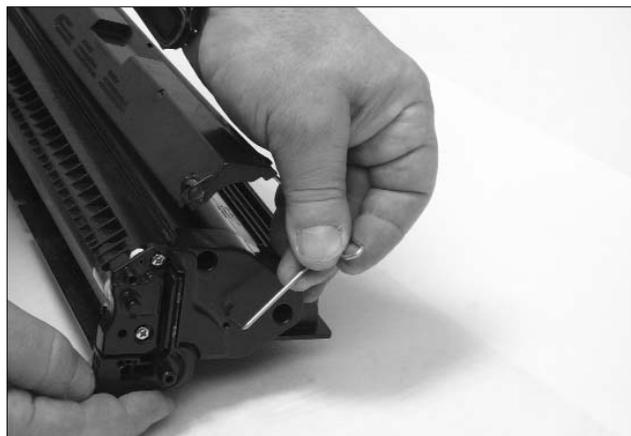

Рис. 14
6. Извлекают ось шторки из отверстия корпуса справа (рис. 14).